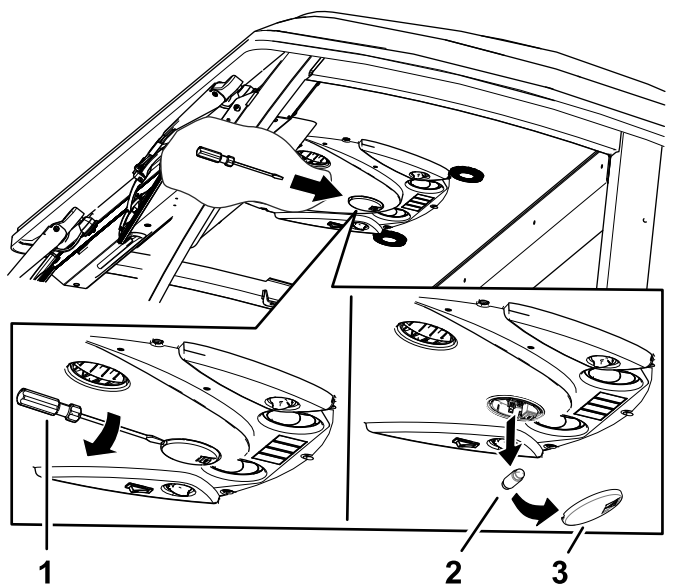

**Bild 84**
1. Verwenden Sie einen Schraubendreher, um die Lichtscheibe vom Bedienfeld zu entfernen (Bild 84).
2. Entfernen Sie das Leuchtmittel aus der Fassung (Bild 84).